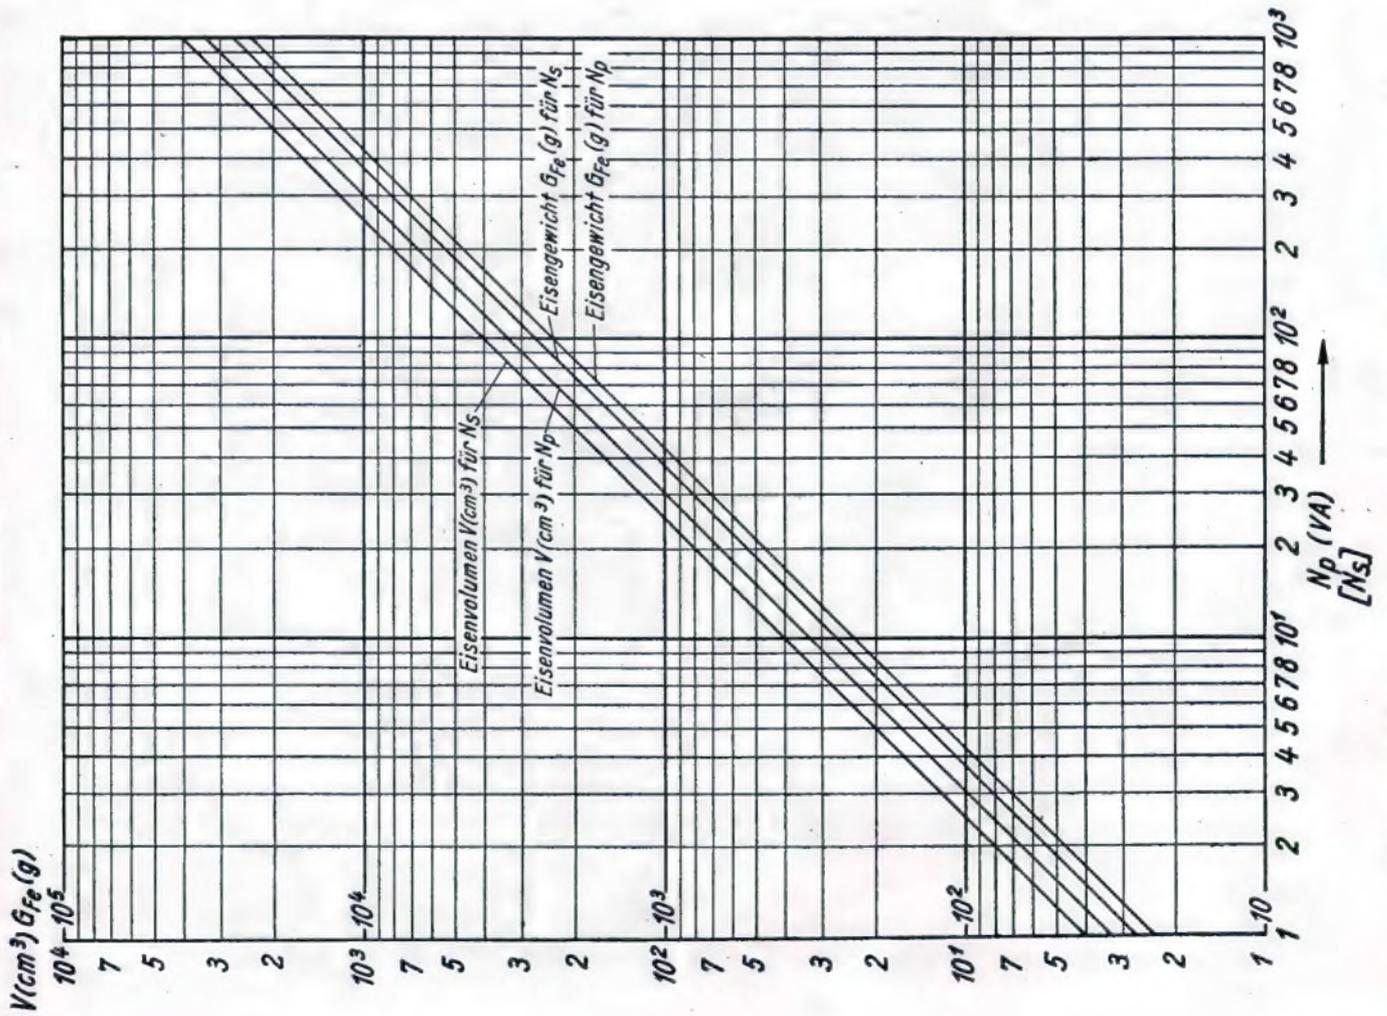
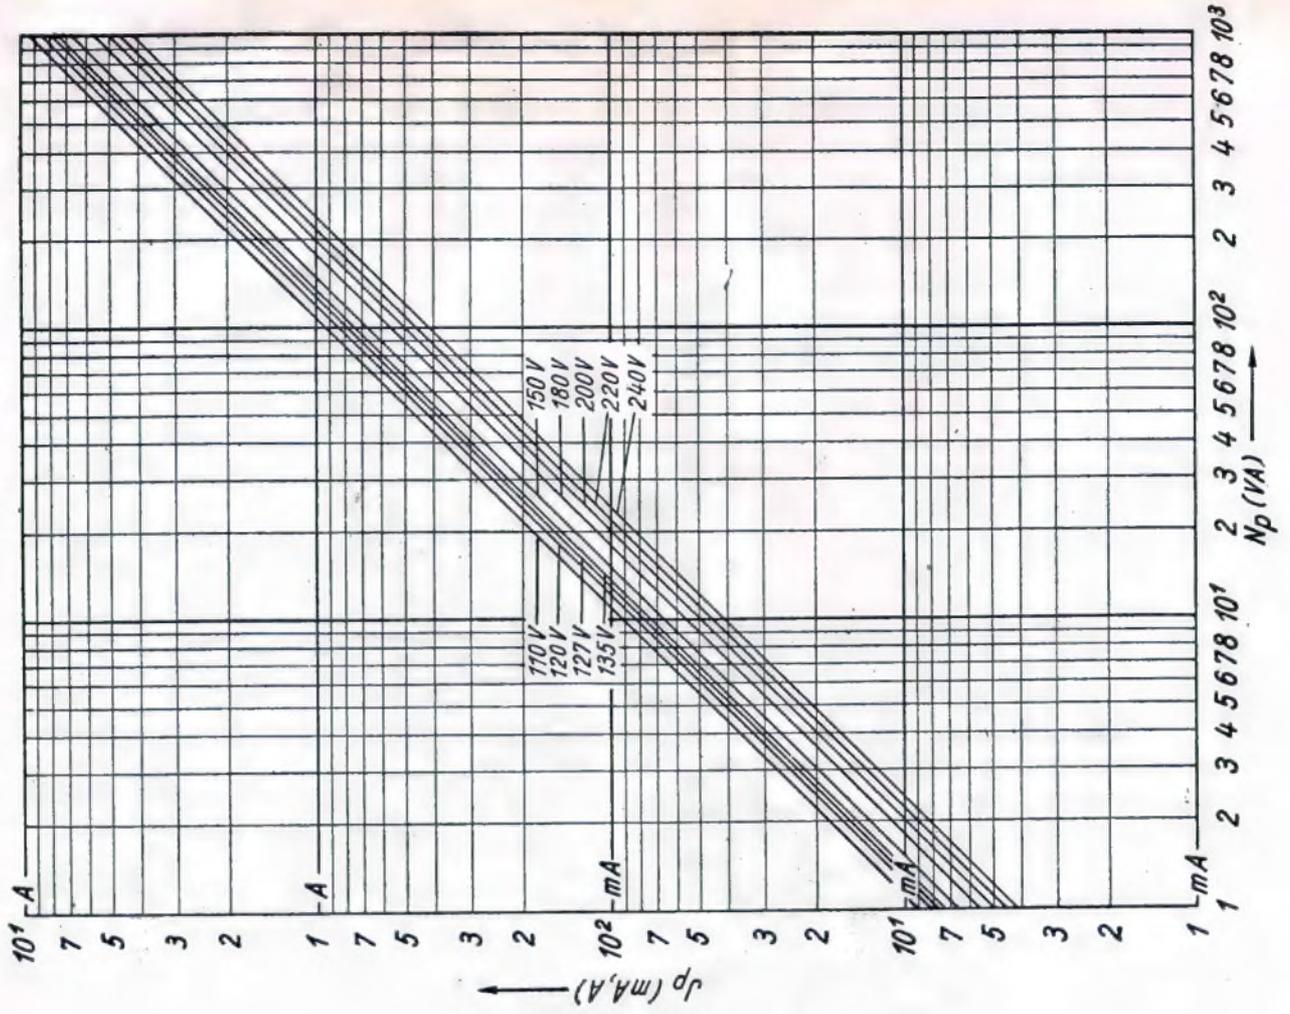
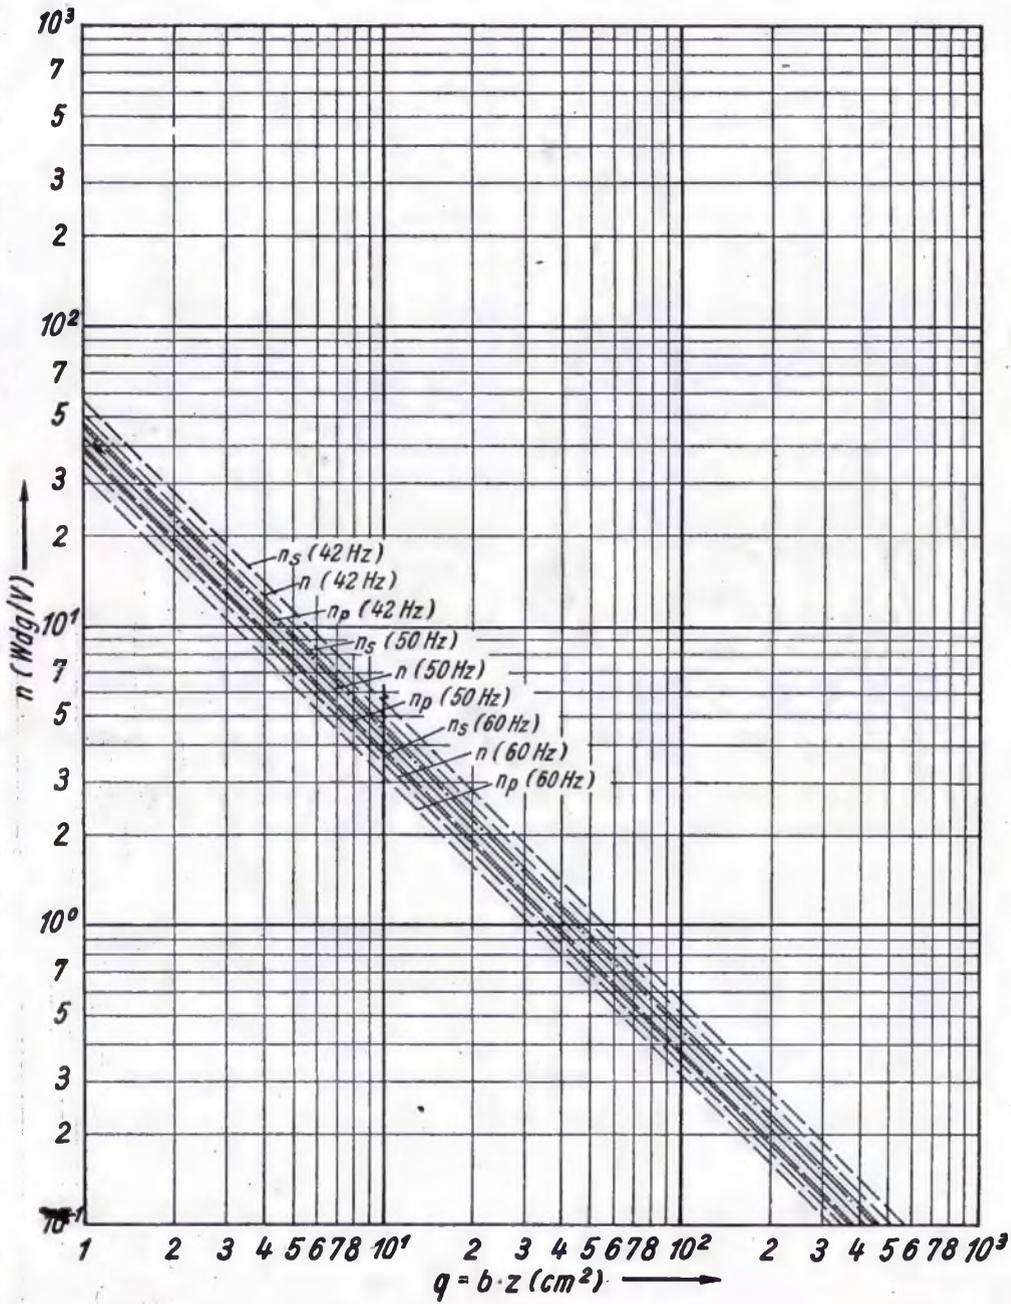

Bild 1. Eisenvolumen und -gewicht für verschiedene Primär- bzw. Sekundärleistungen.
Bild 2. Primärstrom in Abhängigkeit von Primärleistung und Spannung.
Bild 3. Primäre, mittlere und sekundäre Windungszahl je Volt für 42, 50 und 60 Hz in Abhängigkeit vom Eisenquerschnitt.
Da der Eisenquerschnitt nach Tabelle 13  $cm^2$  beträgt, ergibt sich aus Bild 3 für 50 Hz eine primäre Windungszahl je Volt  $n_p = 2,85$ . Die sekundäre Windungszahl je Volt beträgt  $n_s = 3,5$ .
Nach (5) ergibt sich der Primärstrom für die Netzspannungen aus Bild 2 zu:
Aus der Tabelle wird für Blech V der Eisenquerschnitt mit  $18 cm^2$  entnommen. Daher ergibt sich aus Bild 3 für 50 Hz eine primäre Windungszahl je Volt von  $n_p = 2$  und eine sekundäre Windungszahl je Volt von  $n_s = 2,6$ .
Bild 1 und 2 zu dem Aufsatz „Die Berechnung von Netztransformatoren“ auf Seite 185
fertigt. Bild 2 stellt diese Brückenhaltung dar. Sie besteht aus drei gleich großen Kondensatoren  $C_0$  (je etwa 100 cm). Ein großer Nachteil der Brückenhaltung besteht darin, daß keiner der vier Punkte geerdet werden darf; die Anordnung ist somit schwierig in eine Schaltung einzubauen. Ein anderes Verfahren zur Beseitigung der Parallelkapazität zeigt Bild 3. Bei dieser Schaltung liefert die entgegengesetzt gewickelte Spule  $L_2$  über  $C_1$  einen Gegenstrom auf den Ausgang des Vierpols. Die Spule  $L_2$  braucht nicht gleich groß wie  $L_1$  zu sein.
Bild 1. Quarz-Ersatzbild. - Bild 2. Kapazitive Brückenhaltung. - Bild 3. Beseitigung der Parallelkapazität durch Gegenspannung. - Bild 4. Beseitigung der Parallelkapazität durch Parallelschwingkreis.